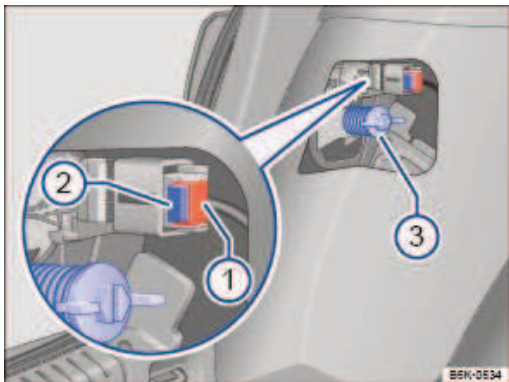

Fig. 186 Sur les côtés du coffre à bagages : dépose du bloc de feux arrière
- ① Tenez compte de la liste de contrôle et effectuez les opérations → *Liste de contrôle Informations relatives au remplacement des ampoules.*
- ② Ouvrez le capot arrière → *Capot arrière.*
- ③ Passez la main dans la zone du bloc des feux arrière, dans l'ouverture du revêtement latéral du coffre à bagages et tirez le revêtement vers l'avant.
- ④ Retirez le fusible → Fig. 186 ①. Comprimez le verrouillage → Fig. 186 ② de la fiche, puis débranchez celle-ci.
- ⑤ Dévissez manuellement la vis de fixation → Fig. 186 ③.
- ⑥ Détachez avec précaution le bloc de feux arrière de la carrosserie par l'arrière.
- ⑦ Retirez le bloc de feux arrière et posez-le sur une surface propre et lisse.
- 2 Maintenez d'une main le bloc de feux arrière en position de montage, puis serrez de l'autre main la vis de fixation → Fig. 186 ③.
- 4 Branchez la fiche sur le porte-ampoule et enfoncez le fusible → Fig. 186 ①.